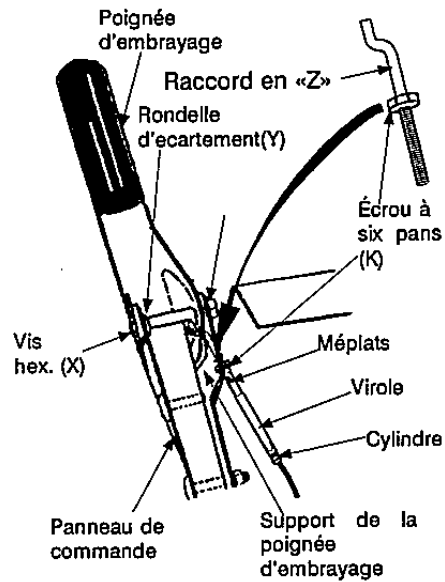

FIGURE 5 - Vue du dessous gauche du panneau de commande.
1. Positionnez les poignées d'embrayage entre le panneau de commande et le support des poignées, comme à la figure 5. Enfoncez la vis hex. (X) dans le trou du panneau de commande, puis placez
2. Filetez les écrous à six pans (K) sur les raccords en «Z». (Voir l'encadré, figure 5.) Enfoncez le raccord en «Z» dans le trou des poignées d'embrayage.
6. Tenez les méplats de la virole avec une pince et serrez l'écrou de blocage (K) contre la virole.